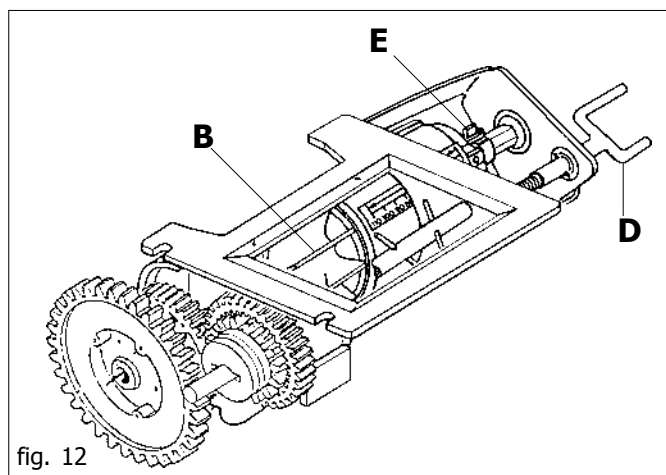
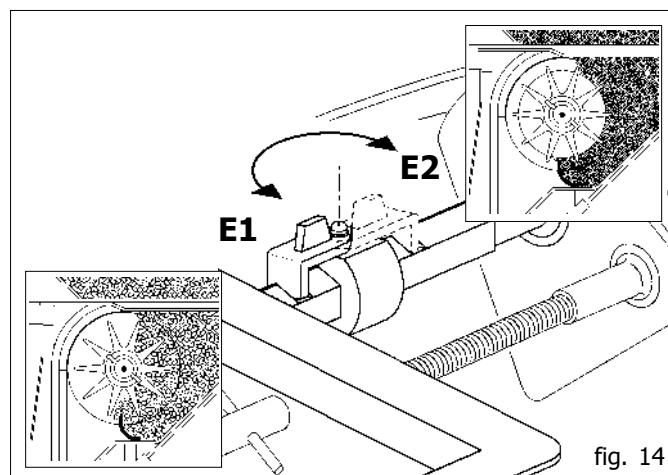
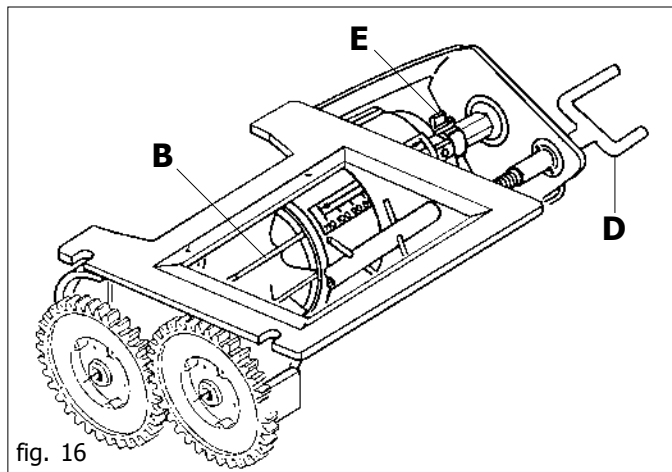

fig. 12
fig. 14
fig. 16
Il dosatore (fig. 12), organo principale per il funzionamento della seminatrice, è posto sotto il serbatoio delle sementi. Riceve il moto dalla ruota di trasmissione per mezzo d'ingranaggi (con rapporto proporzionale alla larghezza di lavoro) e catene.
La molla di blocco (E Fig. 12) permette di modificare il campo d'apertura della saracinesca e contemporaneamente la portata del rullo dosatore. La posizione "E2" (Fig. 14) consente un'apertura della saracinesca sulla scala graduata da 0 a 110 con la massima capacità di distribuzione del rullo dosatore; viceversa nella posizione "E1" un'apertura della saracinesca da 0 a 25 e con una riduzione della portata del rullo. È importante ricordare che occorre sempre chiudere completamente la saracinesca (allo 0 della scala graduata) per invertire la posizione della molla di blocco (E).
Il dosatore (fig. 16), organo principale per il funzionamento dell'attrezzatura, è posto sotto il serbatoio. Riceve il moto dalla ruota di trasmissione per mezzo d'ingranaggi (con rapporto proporzionale alla larghezza di lavoro) e catene. L'asta a vite (D) permette di regolare l'apertura della saracinesca in base al valore, della scala graduata, ricavato dalla tabella e dalla prova di distribuzione (capitolo 3.3.2). La quantità massima erogabile è di 420 kg/ha. **Per distribuire concime non usare lo stesso dosatore delle sementi.**
La molla di blocco (E Fig. 16) permette di modificare il campo d'apertura della saracinesca e contemporaneamente la portata del rullo dosatore. Per la distribuzione del concime, operare sempre con la massima capacità del rullo dosatore, lavorando quindi con la molla di blocco in posizione "E1" (Fig. 14).